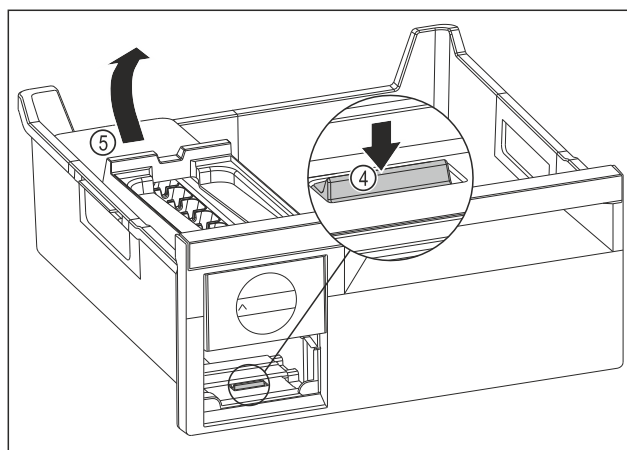

Fig. 192
- ▶ EasyTwist-Ice-Korpus entnehmen: Lasche Fig. 192 (4) mit Finger nach unten drücken und gleichzeitig mit der anderen Hand den EasyTwist-Ice-Korpus Fig. 192 (5) von hinten anheben.